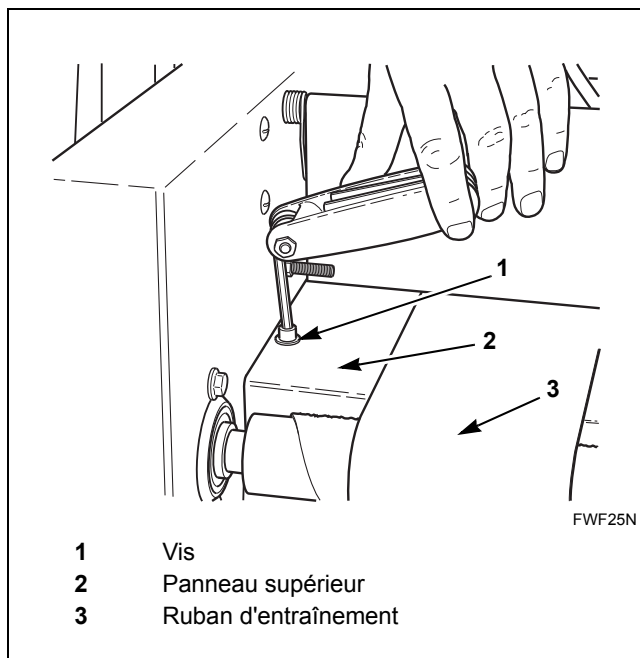

Figure 26
5. Retirer la vis du côté gauche du panneau supérieur (derrière le rouleau d'entraînement). Se reporter à la *Figure 26*.